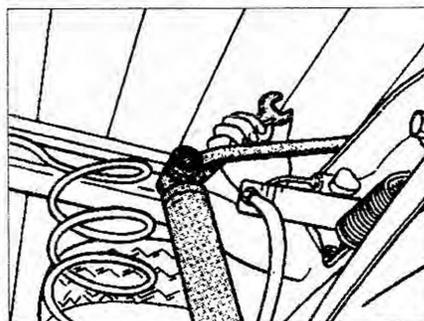

Рис. 5.24. Открутите верхний болт крепления амортизатора.
4. Открутите верхний болт крепления амортизатора (рис. 5.24).